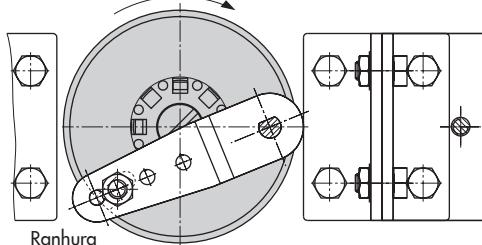

Fig. 21: Montagem em atuadores rotativos
- ➔ Consulte a Fig. 21
Legenda para Fig. 20 e Fig. 21